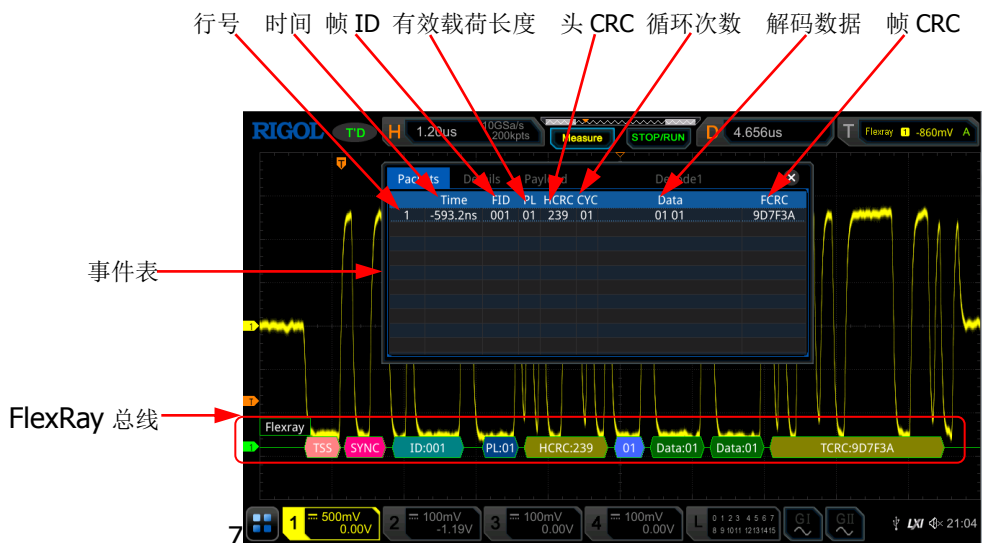

图 11-13 FlexRay 解码事件表
- 打开或关闭事件表：连续按 **事件表** 键，打开或关闭事件表显示。打开事件表，屏幕弹出如图 11-13 所示的事件表。您也可以用触摸屏功能触摸事件表右上方的图标  关闭事件表功能。另外，当运行状态为“STOP”时，您还可以旋转多功能旋钮  选择指定行并查看相应的解码信息。